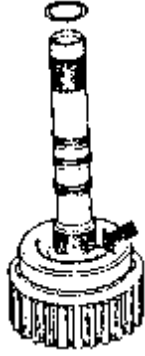

图 7-131 安装 O 形圈
(3) 安装 O 形圈。将 O 形圈装入涡轮轴的凹槽中,如图 7-131 中箭头所示。